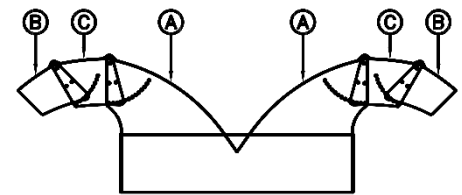

Fig.1 - SPIT GREEN
- lo **SPIT GREEN** con scarico laterale (dx e sx) con regolazione **meccanica** con 2 convogliatori laterali (A) + 2 regolatori (B) + 2 prolunghe (C) (Fig. 1)
- le **SPIT GREEN** avec évacuation latérale (à droite et à gauche) avec réglage **mécanique** par 2 guides latérales (A) + 2 régulateurs (B) + 2 rallonges (C) (Fig. 1)
- the **SPIT GREEN** with download on the right and on the left side with **mechanical** adjustment by 2 lateral guides (A) + 2 regulators (B) + 2 extensions (C) (Fig. 1)
- **SPIT GREEN** mit seitlicher Ausladung (rechts und links) mit **mechanischer** Verstellung mit 2 seitlichen Fördergeräten (A) + 2 Regler (B) + 2 Verlängerungen (C) (Fig. 1)
- el **SPIT GREEN** con descarga lateral (a la dcha. y a la izda.) con ajuste **mecánico** con 2 transportadores laterales (A) + 2 reguladores (B) + 2 prolongadores (C) (Fig. 1)